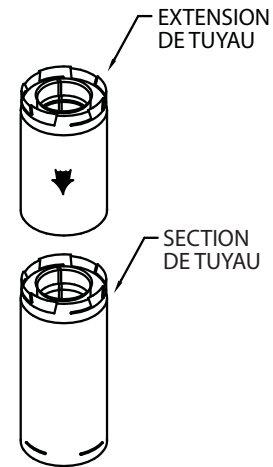

Figure 15
(1) S'il faut respecter des longueurs ou des distances exactes entre les coudes ou ailleurs, utiliser des rallonges de tuyaux pour ajuster les sections de tuyau standard (**Fig. 15**).